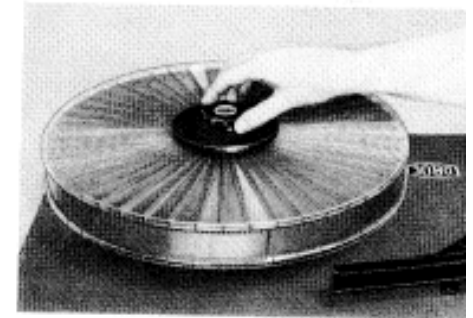

Abb. 4
9. Ist die gesamte Filmlänge eingespult, heben Sie den Spiraleinsatz an der schwarzen Rändelmutter senkrecht von der Einspulvorrichtung ab (Abb. 4).